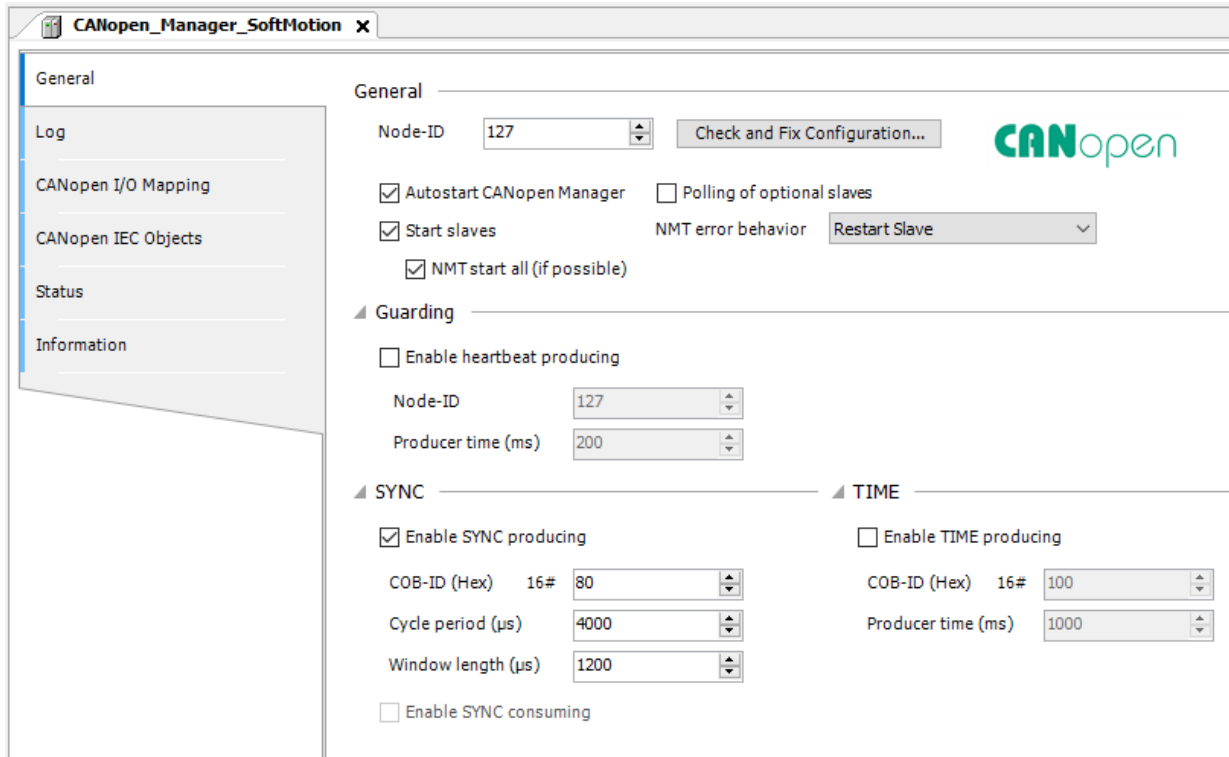

Figura 6.8: Configuração padrão CANopen Manager SoftMotion.
- Abra as configurações do objeto **CANopen Manager SoftMotion**, na aba **General**, configure as opções da página conforme a Figura 6.8.